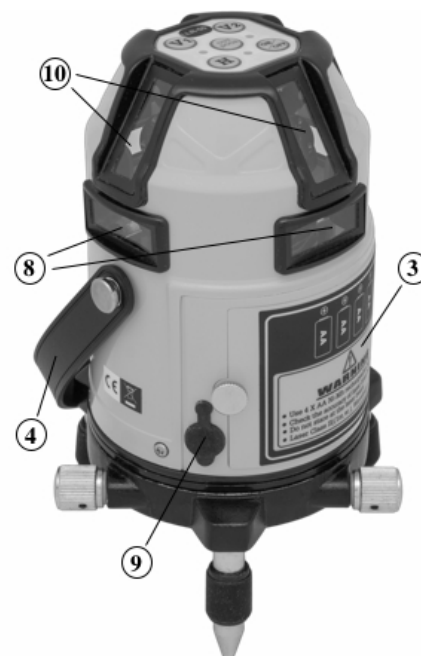
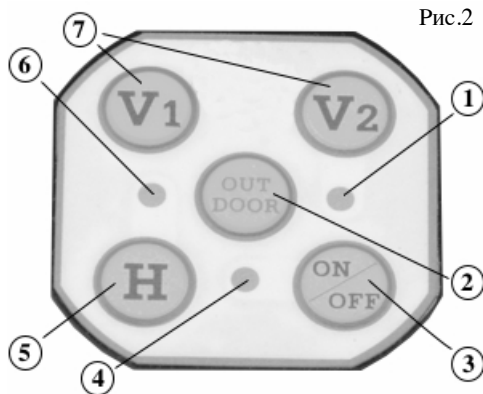

Рис.1
Рис.2
2. Если аккумуляторы не установлены в устройство, открутите винт крышки аккумуляторного отсека, откройте крышку аккумуляторного отсека и установите аккумуляторы в аккумуляторный отсек (см. п.3, рис.1) в соответствии с полярностью. Закройте крышку аккумуляторного отсека, закрутите винт крышки.
3. С использованием ремня для переноски (см. п.4, рис.1) перенесите устройство на открытое место, находящееся в визуальной доступности от объектов, на которые планируется осуществлять проецирование плоскостей нивелирования.
4. При наличии возможности работы от бытовой электросети, аккуратно откройте защитную резиновую крышку гнезда для подключения блока питания на устройстве (см. п.9 рис.1), подключите к разъему блок питания из комплекта устройства и включите блок питания в сеть 220В/50Гц.
5. Установите устройство на горизонтальную поверхность. С помощью регулируемых по высоте ножек (см. п.6, рис.1) произведите горизонтальное выравнивание устройства.
Если прибор находится в выключенном состоянии (индикаторы на панели управления не горят), включите устройство нажатием на кнопку **ON/OFF** (см. п.3, рис.2).
- красным светом загорится индикатор включения устройства (см. п.1, рис.2)
- начнется автоматическое самовыравнивание сенсора, в процессе которого будет мигать зеленым светом индикатор работы электронного нивелирующего сенсора (см. п.4, рис.2)
- после завершения процесса самовыравнивания индикатор работы электронного нивелирующего сенсора перестанет мигать и будет гореть постоянно зеленым светом (см. п.4, рис.2).
Если проецируемая плоскость мигает, это означает, что устройство установлено на поверхности или штативе со значительным отклонением от горизонтального положения и сенсор не может произвести самовыравнивание. В этом случае произведите горизонтальное выравнивание устройства. Устройство готово к работе в том случае, если проецируемая лазерная плоскость не мигает, а равномерно проецируется и индикатор работы электронного нивелирующего сенсора горит постоянно зеленым светом (см. п.4, рис.2).
Если прибор находится во включенном состоянии (горит хотя бы один индикатор на панели управления), выключите устройство нажатием на кнопку **ON/OFF** (см. п.3, рис.2).
- все индикаторы режимов (см. п.1,4,6 на рис.2) погаснут
Для грубой регулировки положения лазерных модулей вращайте корпус устройства (см. п.2, рис.1) относительно поворотной платформы (см. п.7, рис.1). Тонкая регулировка положения может производиться при помощи подстроечного винта тонкой регулировки (см. п.5, рис.1).
Для управления режимами работы горизонтальных лазерных модулей используется кнопка **H** (см. п.5, рис.2) на панели управления устройством (см. п.1, рис.1). Последовательные нажатия этой кнопки приводят к переключению на очередной режим.
Для управления режимами работы вертикальных лазерных модулей и модулем точки отвеса используются кнопки **V1** и **V2** (см. п.7, рис.2) на панели управления устройством (см. п.1, рис.1). Эти кнопки независимо друг от друга управляют парами противоположных вертикальных лазерных модулей. Последовательные нажатия каждой из этих кнопок включают и выключают свою пару модулей. Модуль точки отвеса включен, если включена любая из пар вертикальных лазерных модулей и отключен, если ни один из вертикальных лазерных модулей не включен.
Для управления режимами работы устройства в помещении или на улице используется кнопка **OUTDOOR** (см. п.2, рис.2) на панели управления устройством (см. п.1, рис.1). Последовательные нажатия этой кнопки приводят к переключению между режимами.
- в помещении (при включении устройства), на панели управления не горит индикатор режима помещение/улица (см. п.6, рис.2)
- на улице, на панели управления индикатор режима помещение/улица горит зеленым светом (см. п.6, рис.2).
3. Установите аккумуляторы в аккумуляторный отсек устройства (см. п.3, рис.1) в соответствии с полярностью. Закройте крышку аккумуляторного отсека, закрутите винт крышки.